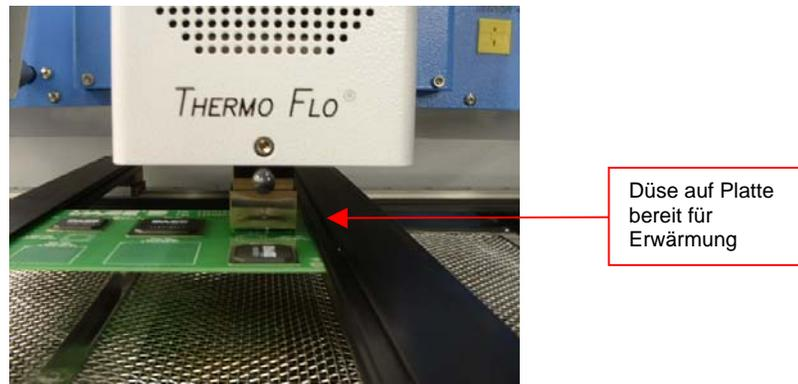

Abbildung 19
- xv. Klicken Sie mit der Maus auf die grüne Schaltfläche “Place [Platzieren]”, um die Steckverbindung zu senken. (Abbildung 19)